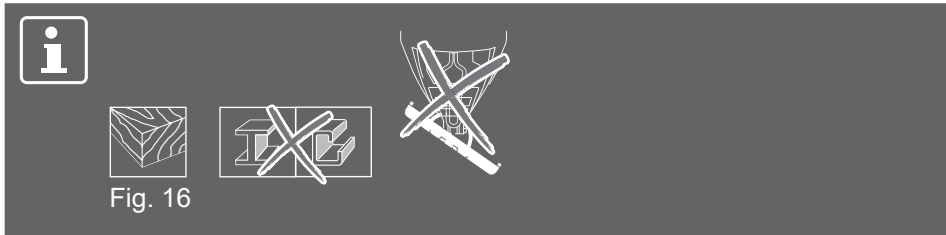

Fig. 16
- > Ajuste el ángulo de corte al valor deseado; asegúrese de que los pernos de cabeza hexagonal (22) están bien apretados. Para un trabajo preciso, realice primero cortes de prueba en material de desecho de la pieza de trabajo. Revise el corte y reajuste el ángulo hasta conseguir el corte correcto.
- > Coloque la placa base (11) plana sobre la pieza de trabajo y desplace el producto hacia delante a velocidad uniforme (Fig. 16).
NOTA: O corte de imersão deve realizar-se somente em materiais macios, tais como madeira, placas de gesso, etc. Utilize somente lâminas de serra curtas. Certifique-se sempre que a placa base está apoiada na peça de trabalho durante o funcionamento. Não tente efetuar cortes com o produto suspenso com as mãos. Realize o corte de abertura somente a um ângulo de bisel de 0° (Fig. 16).